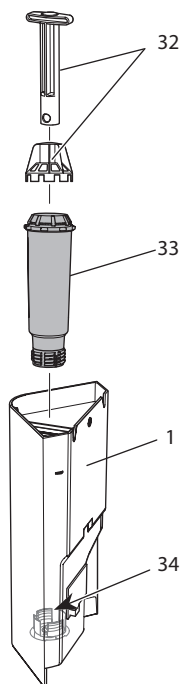

Fig. 18: Vissage/dévisage du filtre à eau
7. Mettre un nouveau filtre en place dans le réservoir d'eau (voir Fig. 18).
2. Retirer le filtre à eau (voir Fig. 18).